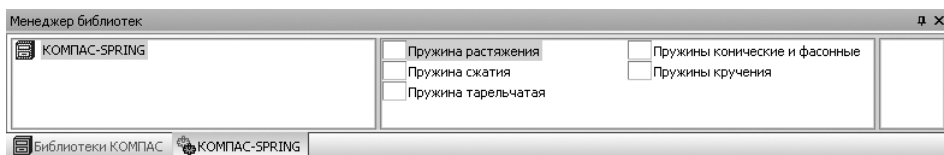
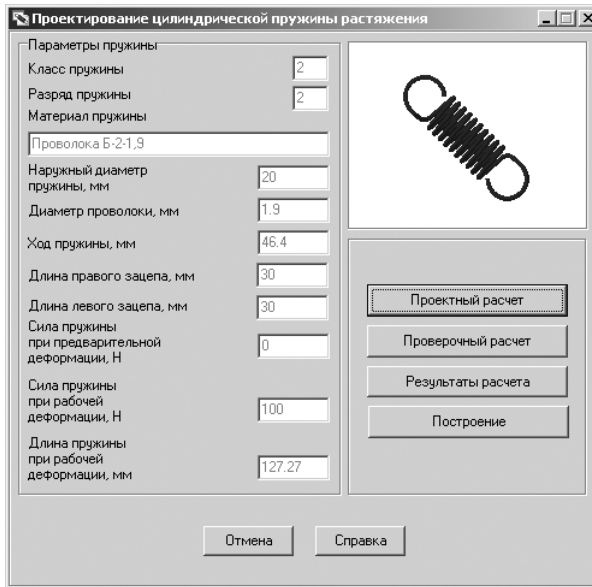

Рис. 4.5. Окно системы управления библиотеками **Менеджер библиотек** с добавленной и раскрытой системой КОМПАС-SPRING
Рис. 4.6. Главное окно системы **Проектирование цилиндрической пружины растяжения**
- щелкните дважды в окне системы управления библиотеками **Менеджера библиотек** по подключаемой системе КОМПАС-SPRING. Через некоторое время произойдет подключение выделенной системы и раскроется ее содержимое, см. рис. 4.5.
- щелкните дважды в окне системы управления библиотеками **Менеджера библиотек** (см. рис. 4.5) по подключаемой системе – **Пружина растяжения**. Через некоторое время появится главное окно системы **Проектирование цилиндрической пружины растяжения**, см. рис. 4.6.